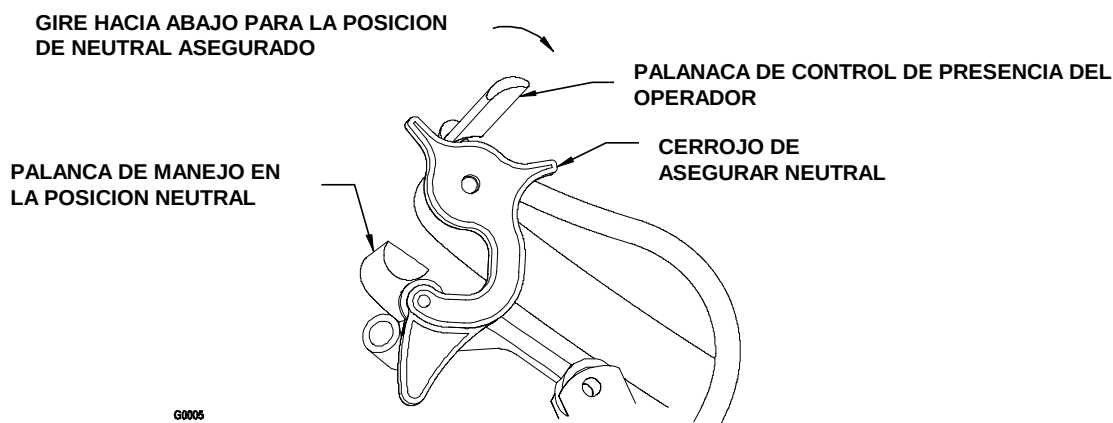

FIGURA 1
- 3.1.2 Palancas de Manejo: Ubicado a cada lado de la manija superior, bajo las manijas de agarre. Vea la figura 1. Estas palancas controlan individualmente la velocidad y dirección de cada rueda de tracción. Cuando la palanca de control de velocidad es movida fuera de la posición neutral y los cerrojos son movidos a la posición a la posición de avance, como se muestra en la figura 1, y las palancas de manejo se sueltan, las ruedas de tracción están enganchadas hacia delante.
- 3.1.3 Cerrojos Aseguradores en Neutral: Estos cerrojos permiten al operador asegurar la palanca en posición “neutro”, donde las ruedas de tracción no están enganchadas hacia adelante o en reversa. Vea figura 1.